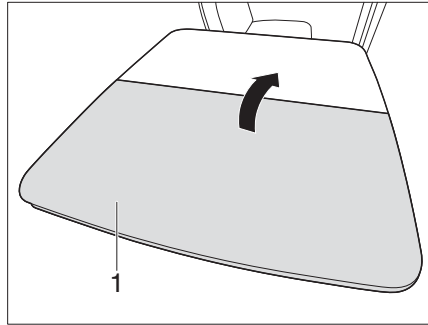

Bild 106 Klappstisch einklappen
- Tischhälfte (Bild 106,1) einklappen.